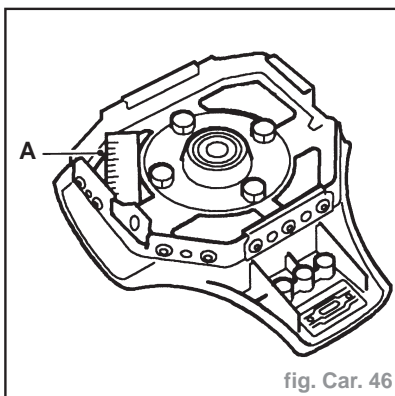

fig. Car. 46
- Module d'airbag - conducteur (fig. Car. 46)